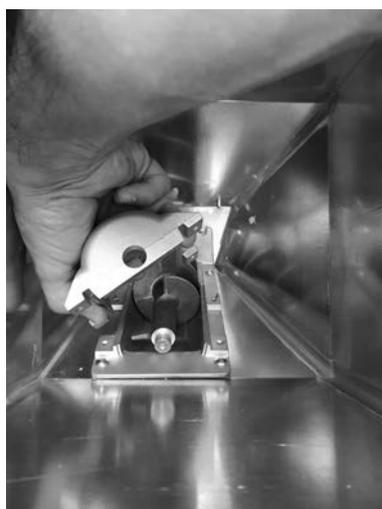

Fig. 84 - Retrait de la coque
- Retirer la coque (voir **Fig. 84**).